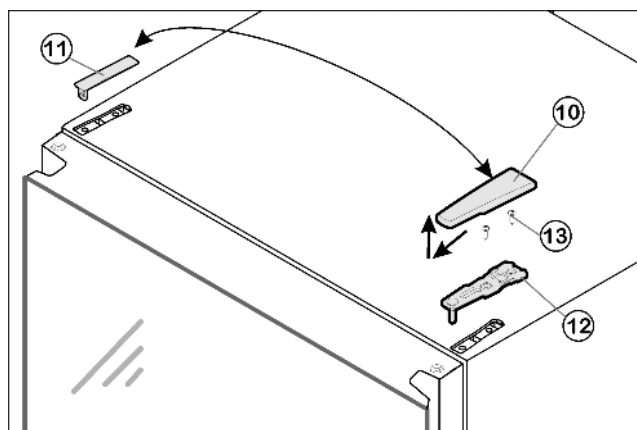

Fig. 8
- ▶ Потяните крышку *Fig. 8 (10)* вперед и вверх.
- ▶ Снимите крышку *Fig. 8 (11)*.
- ▶ Открутите верхний опорный кронштейн *Fig. 8 (12)* (2 шт. Torx® 25) *Fig. 8 (13)* и вытяните вверх.
- ▶ Установите верхний опорный кронштейн *Fig. 8 (12)* на новой стороне шарнира и защелкните в дверце.
- ▶ Прикрутите верхний опорный кронштейн (с усилием 4 Нм) (2 шт. Torx® 25) *Fig. 8 (13)*. При необходимости сделайте отверстия или используйте аккумуляторную отвертку.
- ▶ Защелкните крышку *Fig. 8 (11)* и крышку *Fig. 8 (10)* на противоположной стороне.